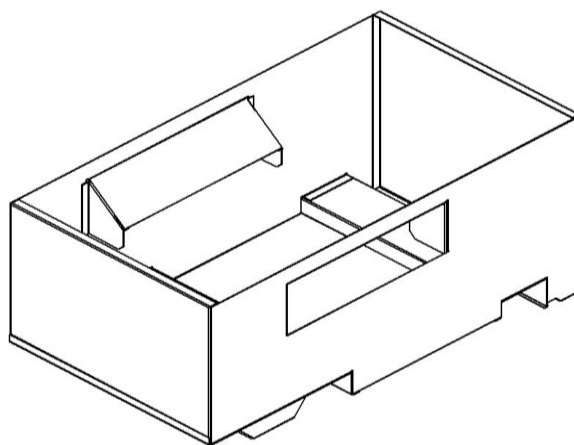

Рис.2. Перфорированный ящик для сбора гранул.
2.6 СМК укомплектовывается перфорированным ящиком для сбора гранул (рис. 2)